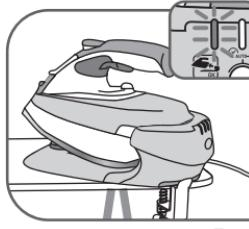
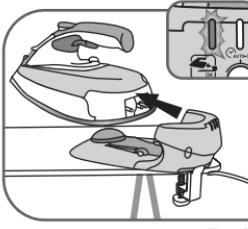

Fig.8
Fig.9
- A lábatat mögötti kezelőtáblán lévő zöld jelzölámpa – **fig.8** villog, jelezve, hogy a vasaló melegszik. Amikor a jelzölámpa folyamatosan világít – **fig.9**, a vasaló használatra kész.
- A zöld jelzölámpa villog: a vasaló melegszik – **fig.8**.
- A zöld jelzölámpa folyamatosan világít: a vasaló kész – **fig.9**.